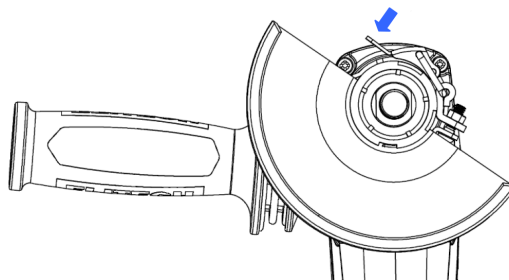

Рис. 15
3. Зафиксируйте защёлку (рис. 15).